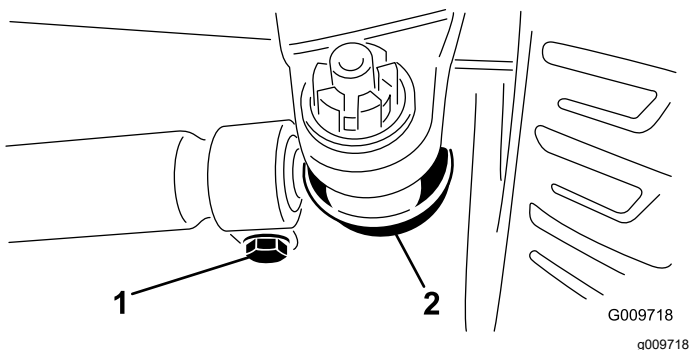

Figura 76
3. Para ajustar, retire la chaveta y la tuerca de cualquiera de las articulaciones esféricas de la biela (Figura 76). Retire la articulación esférica de la biela del soporte del cojinete del eje.
4. Afloje las abrazaderas en ambos extremos de las bielas (Figura 76).